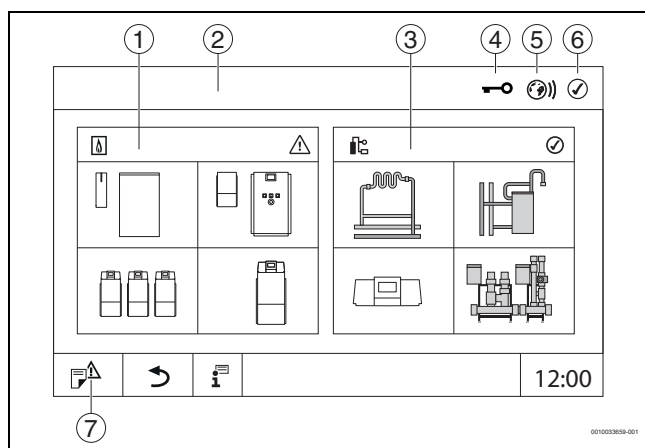

Рис. 10 Обзор системы (пример)
- Коснитесь **установка** (→ рис. 10, [3], стр. 13).